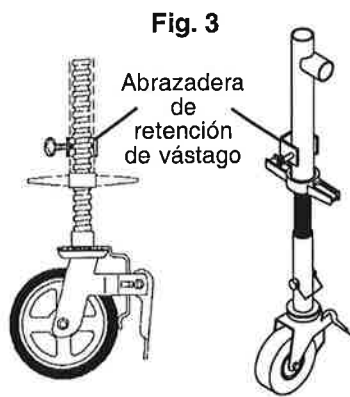
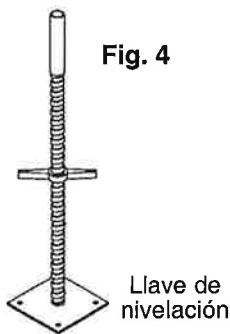

Fig. 3
Fig. 4
3. Inserte las ruedas y asegúrelas con una clavija o perno de conexión. Fije los frenos en todas las ruedas (Fig. 2) antes de proceder a la instalación de la torre. Si se emplea ruedas o extensiones de nivelación, asegure con una abrazadera de retención de vástago, cable, u otro medio apropiado (Fig. 3). No extienda los tornillos de nivelación más de 12". Si la aplicación no requiere una Torre Rodante, siga el procedimiento anterior y reemplace las ruedas con soportes (Fig. 4) o placas base (Fig. 5) en durmientes.